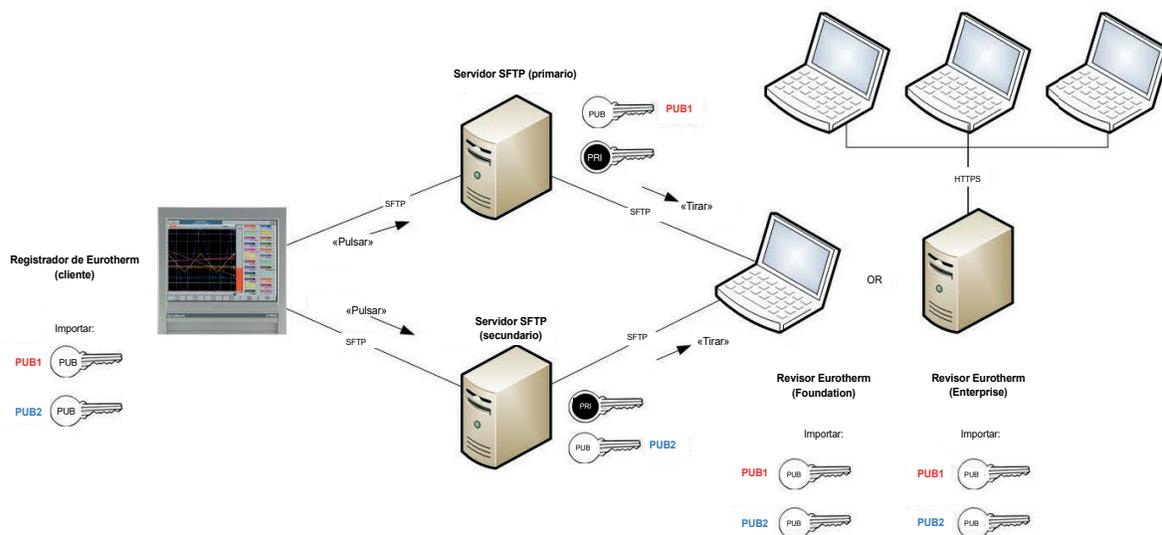

Imagen 4.8b SFTP - Registrador como un cliente
Hay varias configuraciones del sistema. La imagen 4.8b «SFTP - Registrador como un cliente» muestra un registrador 6000 como cliente, conectándose a dos servidores que están ejecutando una aplicación de servidor de SFTP.
- Exporte o solicite una copia de la clave pública SFTP actual del servidor. Si se conecta a varios servidores, se requerirá la clave pública de cada uno de ellos. (Consulte las claves públicas PUB1 y PUB2 en "Imagen 4.8b SFTP - Registrador como un cliente" en la página 264
El menú de importación de clave pública permite al usuario importar una clave pública SFTP desde un servidor configurado para ello. Por ejemplo, un registrador conectado que está subiendo y transfiriendo datos de forma segura a un servidor «principal» de archivado (o varios servidores). Consulte “Imagen 4.8b SFTP - Registrador como un cliente” en la página 264.